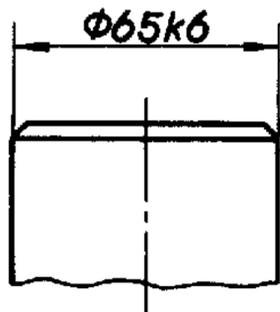

图 1
- 2.1 线性尺寸的公差应按下列三种形式之一标注(图1~6)。
- 2.1.1 当采用公差代号标注线性尺寸的公差时,公差带的代号应注在基本尺寸的右边(图1、2)。